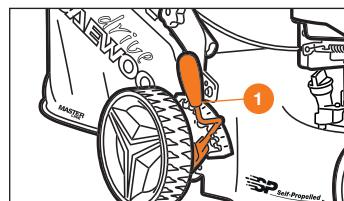

Рис. 9
Газонокосилка снабжена системой центральной регулировки высоты скашивания. Отклоните рычаг ① в направлении от зацепления и установите в требуемое положение (Рис. 9).